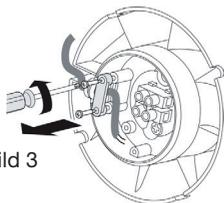

Bild 3
4. Vid anslutning av fläkten var noga med polariteten och anslut Fasledaren till kopplingsplint –L och Neutralledaren till kopplingsplint – N (Bild 3 och 4).